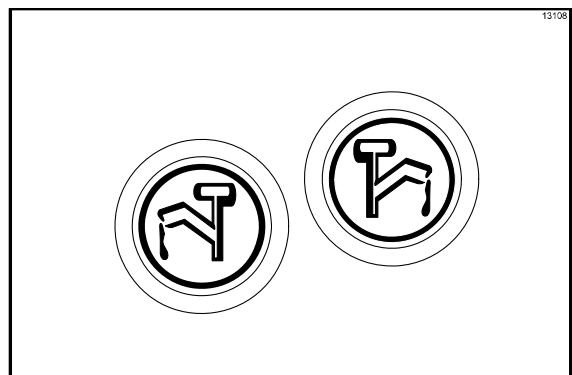

Abbildung 63
- Die Sirupheizelemente durch Antippen der Sirupheizungssymbole  ausschalten. Im abgeschalteten Zustand leuchten die Symbol-tasten nicht. (Siehe Abbildung 63.)